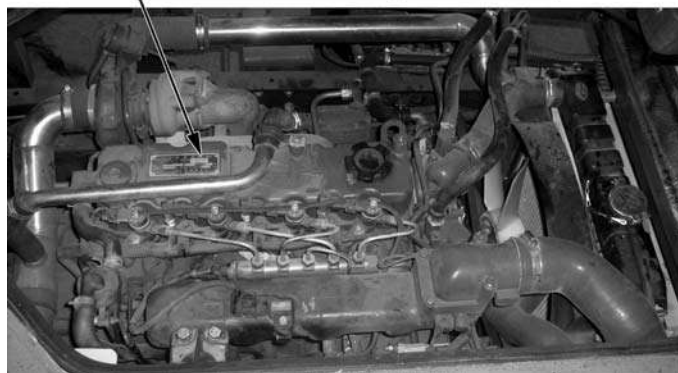
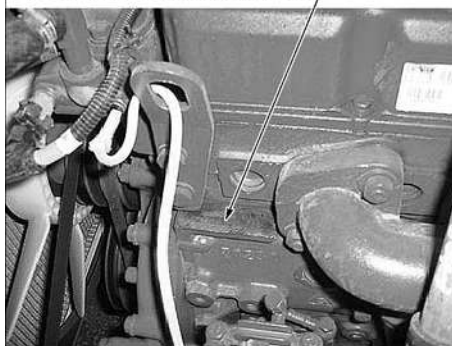

Рис. 1.2. Расположение фирменной таблички двигателя
Рис. 1.3. Маркировка двигателя
**Фирменная табличка двигателя** (рис. 1.2) закреплена на крышке головки блока цилиндров. На табличке выбиты характеристики двигателя, его модель и номер. Также маркировка нанесена на блоке цилиндров слева (рис. 1.3).